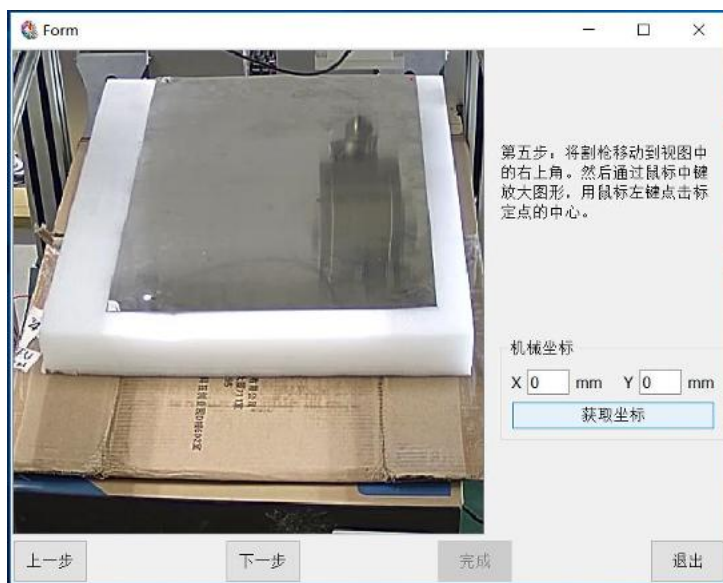

图 13.6 获取第四个坐标点
- 第三个点标定完后，点击“下一步”，完成第四个标定点，操作机床将割枪移动到视图右上角，点击鼠标中键放大图形，用鼠标左键点击标定点的中心之后，在点击界面“获取坐标”按钮，获取机械坐标 X, Y，如图 13.6 所示：